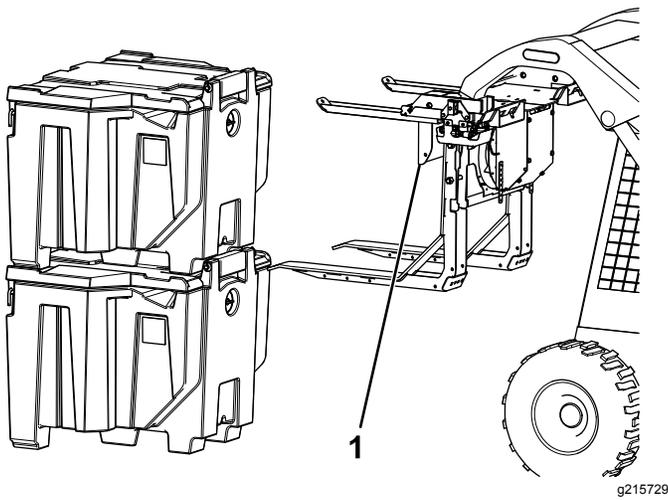

Bild 12
1. Starten Sie den Kompaktlader, kippen Sie den Streuerrahmen nach vorne, bis die Gabeln parallel zum Boden ausgerichtet sind (Bild 12).
2. Fahren Sie die Maschine vorwärts und fahren Sie die Gabeln des Rahmens in die Aufnahmekanäle der Streuerbox, bis die Streuerbox bündig gegen die Anschlagpuffer anliegt (**Bild 12**).